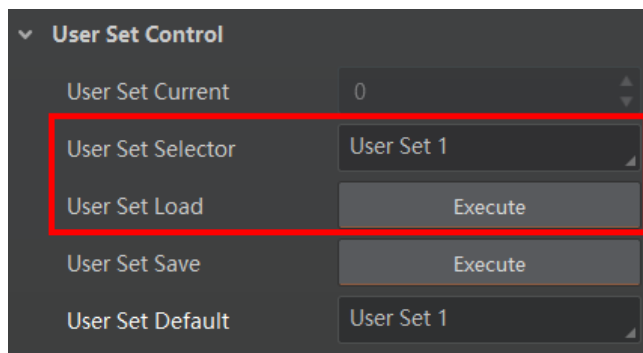

图8-18 加载参数设置
- 加载参数：在连接设备但不预览时，可对设备进行加载参数的操作。通过 *User Set Selector* 参数下拉选择其中一套参数，点击 *User Set Load* 处的 “Execute”，即可将选择的一套参数加载到相机中，如图 8-18 所示。